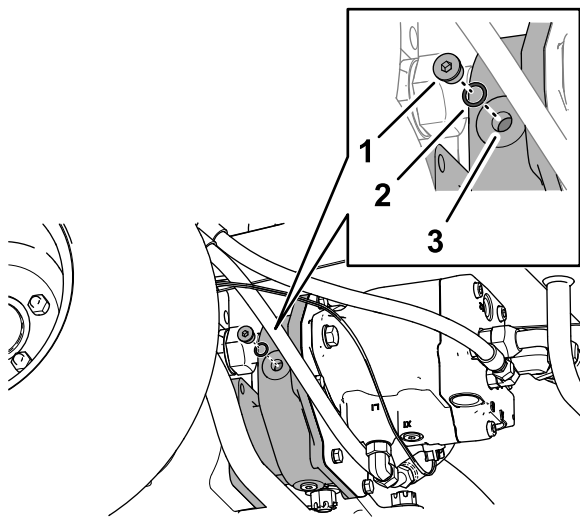

Figure 135
2. Retirez le bouchon de contrôle/remplissage sur le côté gauche du carter du réducteur (Figure 135).